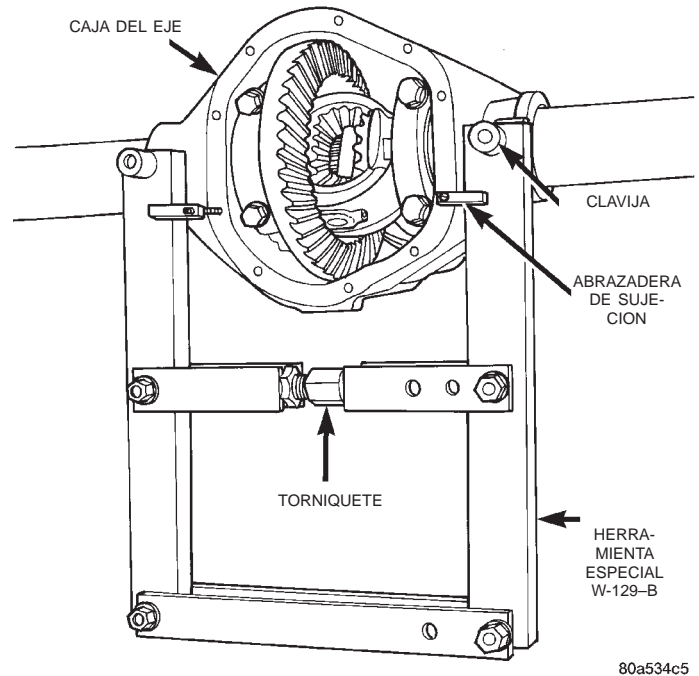

Fig. 24 Instalación del separador de la caja del eje
- (6) Afloje los pernos de las tapas de cojinete del diferencial.
- (7) Emplace el separador W-129-B, utilizando algunos elementos del juego de adaptadores 6987, y asiente las clavijas de la herramienta en los orificios de emplazamiento (Fig. 24). Instale las abrazaderas de sujeción y apriete el torniquete de la herramienta a mano.